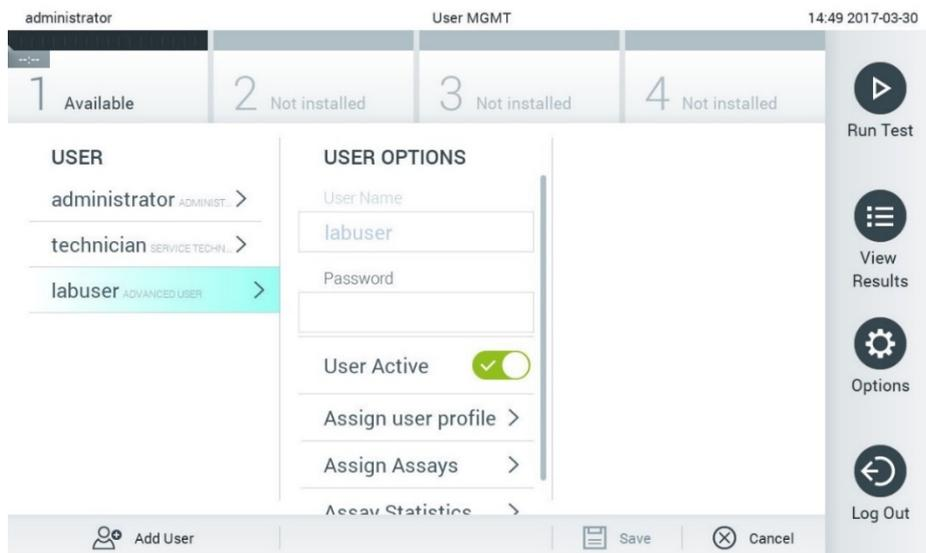

Figura 60. Selecionar e gerenciar usuários.
2. Selecione o usuário a gerenciar a partir da lista na coluna esquerda da área de conteúdo (Figura 60).